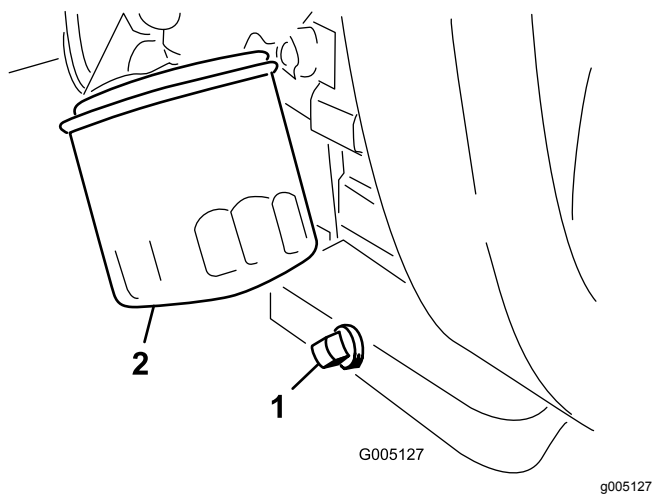

Figura 30
1. Retire o tampão de escoamento (Figura 30) e deixe o óleo escorrer para um recipiente adequado.
2. Limpe os roscados do tampão de escoamento, aplique vedante PTFE e coloque o tampão de escoamento (Figura 30).
3. Retire o filtro do óleo (Figura 30).